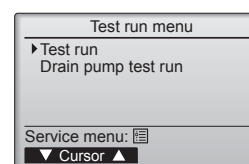

Fig. 7-2
- ② Dans le Menu test de fonctionnement, sélectionnez "Test run" (Test fonctions) puis appuyez sur la touche [CHOIX]. (Fig. 7-2)
- ③ Le test fonctions démarre et l'écran Test fonctions s'affiche.
7.3. Auto-vérification (Fig. 7-2)